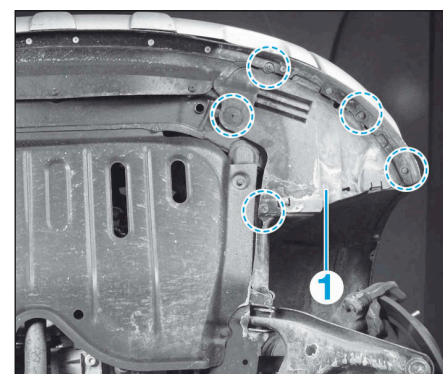

FIG.37
- Par dessous le véhicule et du côté concerné, déposer la protection latérale sous bouclier (1) (Fig.37).